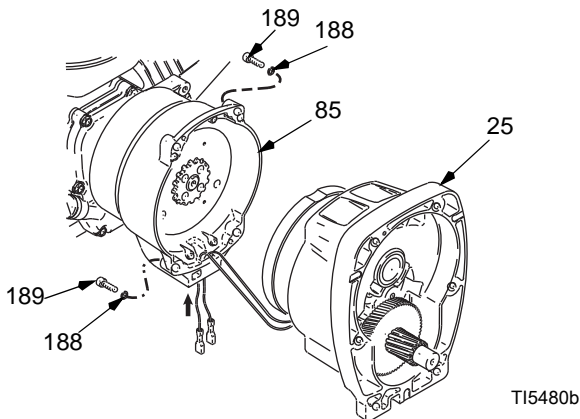
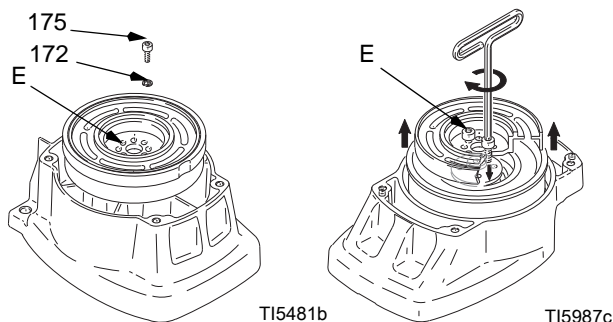

FIG. 4
FIG. 5
4. FIG. 4. Távolítsa el a négy csavart (189), a biztosítógyűrűket (188) és a fogaskerék-szerelvényt (25).
5. FIG. 5. Helyezze munkaasztalra a fogaskerék-szerelvényt (25) úgy, hogy a rotor legyen felül.
6. Távolítsa el a négy csavart (175) és a biztosítógyűrűket (172). Csavarja be a két csavart a rotoron található menetes lyukakba (E). A csavarokat felváltva szorítsa, amíg a rotor le nem jön.
9. FIG. 5. Helyezze munkaasztalra a fogaskerék-szerelvényt úgy, hogy a rotor legyen felül.
10. Szerelje fel a négy csavart (175) és a biztosítógyűrűket (172). A csavarokat felváltva szorítsa 125 hüvelyk-font nyomatékig. A rotort rögzítse a menetes lyukak segítségével.
11. FIG. 4. Szerelje fel a fogaskerék-szerelvényt (25) az öt csavar (189) és a biztosítógyűrűk (188) segítségével.